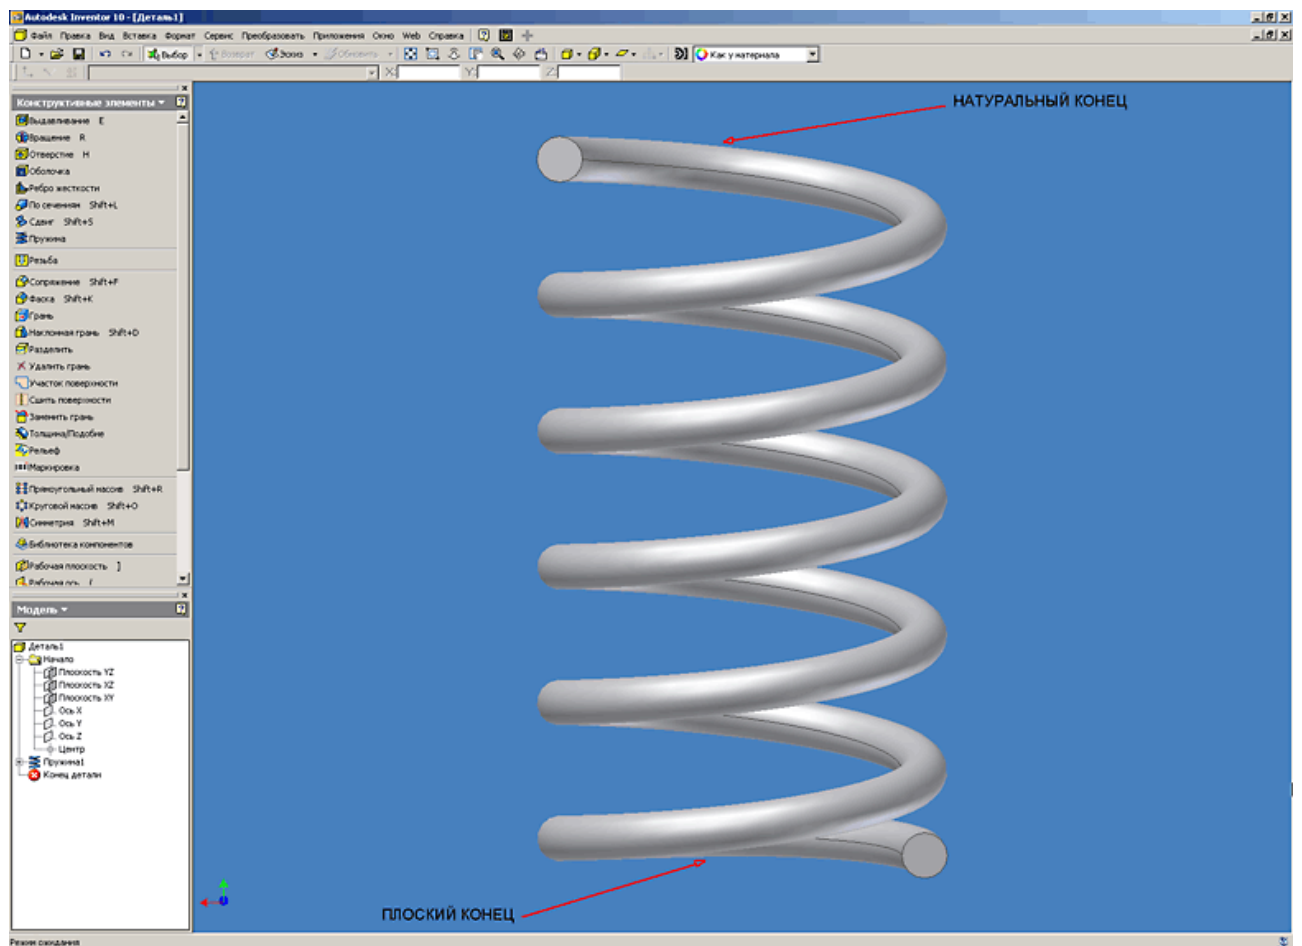

Рис. 5
5. После задания всех параметров пружины нажимаем кнопку «Ok» и выполняем построение элемента (см. Рисунок 5).